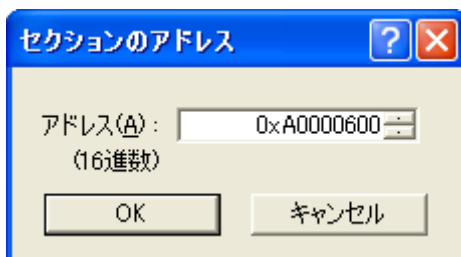

図5.3.11 セクション設定④
- (3) [セクションのアドレス]ダイアログボックスが開きます。図5.3.11に示すように「アドレス (A)」に"0xA0000600"を入力し、"OK"ボタンをクリックします。